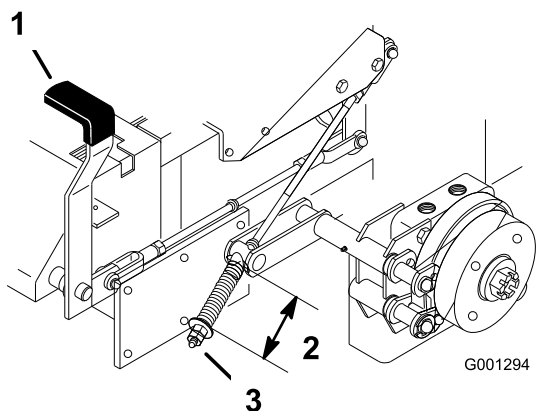

Bild 66
2. Messen Sie die Länge der Feder. Der Abstand zwischen den Scheiben sollte 64 mm betragen (Bild 66).
3. Falls Sie eine Einstellung vornehmen müssen, lockern Sie die Klemmmutter unterhalb der Feder und ziehen Sie die Mutter direkt unter dem Joch an (Bild 66). Drehen Sie die Mutter, bis Sie den korrekten Messwert erhalten. Drehen Sie die Mutter nach rechts, um die Federlänge zu verkürzen und nach links, um die Federlänge zu erhöhen.